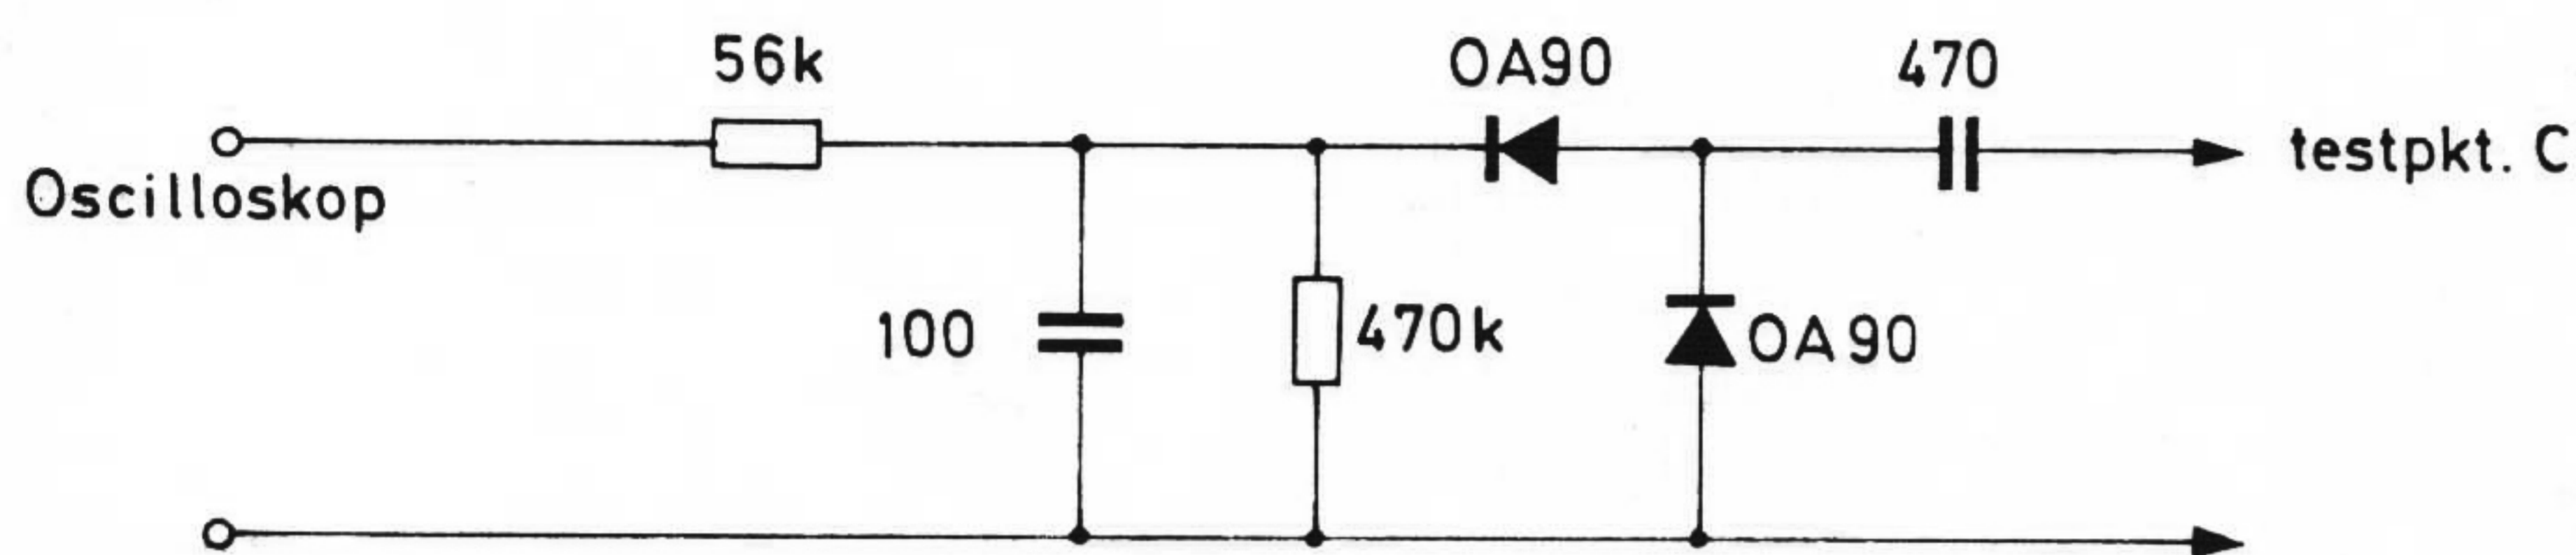

Fig. 5
3. Anslut ett oscilloskop genom en diodprobe till testpkt C fig. 5